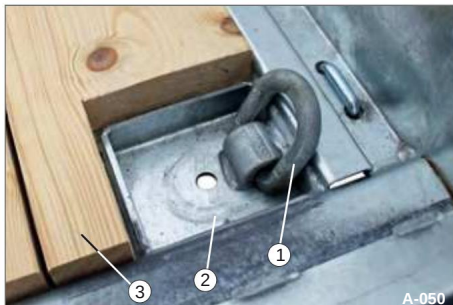

Bild 54 Infälld surringsring
• Lyft upp surringsöglan (bild 54/1)